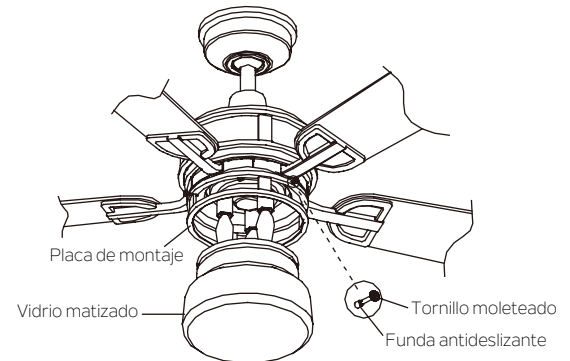

Fig. 24
Paso 2. Colocar la funda antideslizante en el extremo del tornillo con cabeza moleteada. Luego levantar la pantalla de vidrio dejándola contra la placa de montaje y apriete con fuerza con los 3 tornillos moleteados solamente a mano para evitar dañar el vidrio. No necesita apretar demasiado los tornillos (Fig. 24).